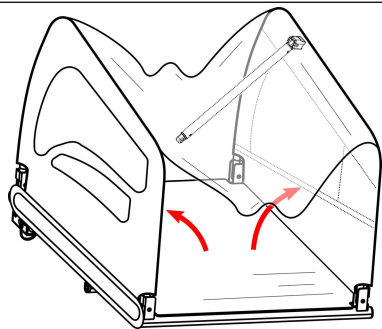

Figura 1
Saque el marco principal del remolque y todos los demás componentes de la caja. Retire las tapas protectoras negras en las 4 esquinas. Levante ambos paneles laterales a una posición vertical (Figura 1).
2. Eje con tuerca: Desenrosque la tuerca con arandela del lado izquierdo del eje trasero de la bicicleta. Instale el enganche en el eje y vuelva a atornillar la tuerca con la arandela (Figura 1 2).